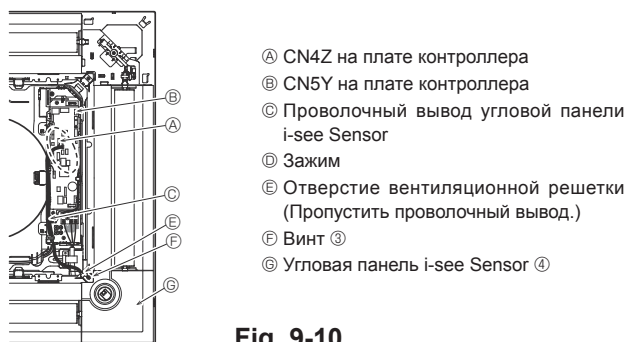

Fig. 9-10
9.4.6. Установка угловой панели i-see Sensor (Fig. 9-10)
- Проложите разъем проволочного вывода (белого цвета, 4 полюсный и белого цвета, 5 полюсный) угловой панели i-see Sensor ④ со стороны распределительного щита на главном приборе и подсоедините разъем CN4Z и CN5Y на плате контроллера.